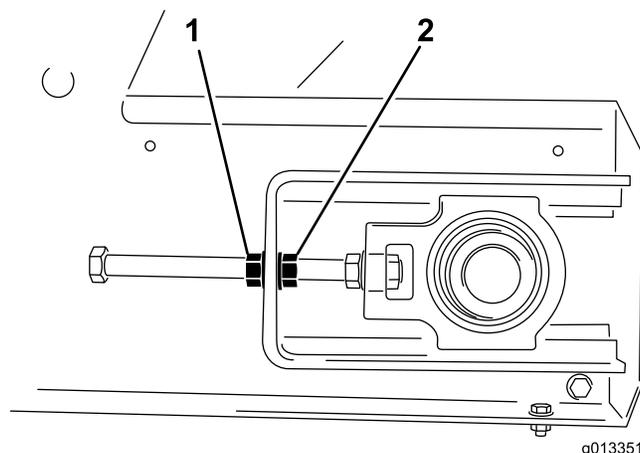

图55
4. 使用两把扳手、保持张紧装置杆的端头不动、然后拧松距离杆端头最近的锁紧螺母（图55）。
3. 输送带偏向哪一侧、就保持住那一侧的张紧器杆不动、然后松开锁紧螺母、并上紧调节螺母两个面（图55）。